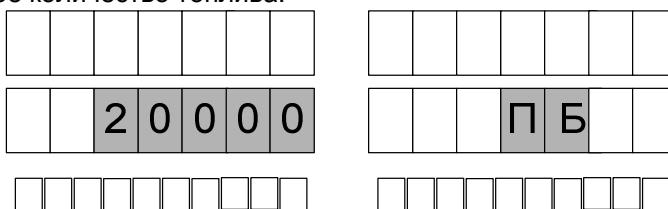

Рисунок 6
11.2 Доза на устройство задается оператором с помощью СУ. В начале нового налива, когда измерительная установка готова к отпуску топлива, мигающими символами в средней строке ЖКИ (при задании дозы в литрах), либо в верхней (при задании дозы в килограммах) отображается значение заданной дозы, а в случае отпуска "до полного бака" – символы "ПБ" (рисунок 6). Это предоставляет удобный способ определить, когда можно начать налив, а также убедиться, что задано требуемое количество топлива.